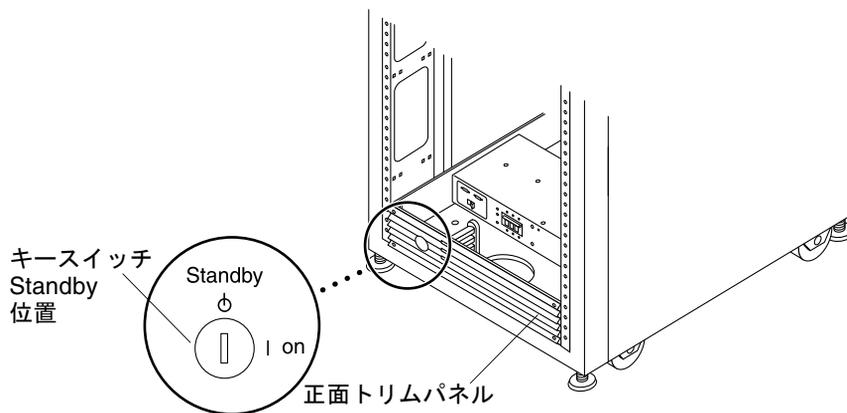

図 B-1 正面下側パネルのキースイッチの位置 (「Standby」位置)
1. ベース拡張キャビネットと拡張キャビネットの正面下側パネルのキースイッチが「Standby」位置になっていることを確認します (図 B-1)。